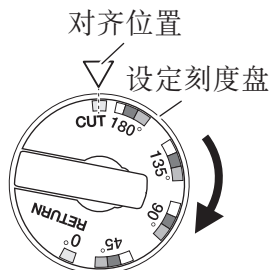

图 30
- (1) 将设定刻度盘定位在“CUT”位置。（图 30）
- (2) 将待切割钢筋置于下切刀上方